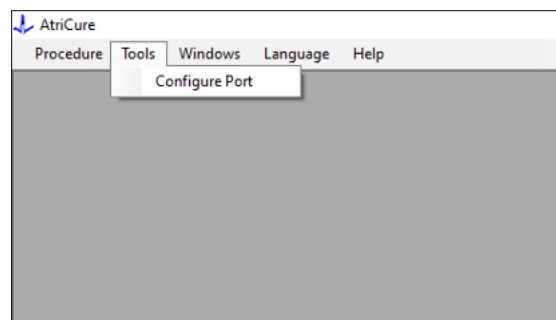
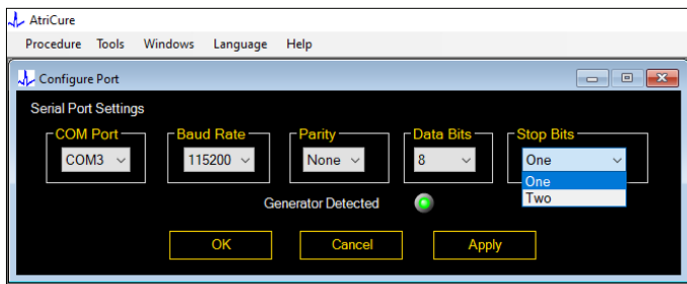

Figura 8: Opțiune pentru configurarea setărilor portului de comunicare în software
Figura 9: Opțiuni pentru configurarea setărilor portului de comunicare în software
2. Selectarea opțiunilor Instrumente > Configurare port deschide fereastra următoare (consultați **Figura 8** și **Figura 9**):